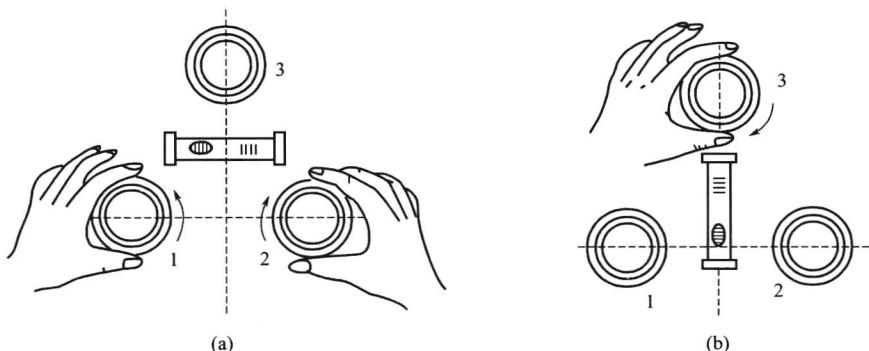

图 5-1 整平
(1) 对中
① 将三脚架安置在测站上，使架头大致水平；
② 调整仪器的三个脚螺旋，使光学对中器的中心标志对准测站点（不要求气泡居中）；
③ 伸缩三脚架腿使照准部圆水准器或管状水准器气泡大致居中（不必严格居中）。
(2) 整平 如图 5-1 所示。使照准部水准管轴平行于两个脚螺旋的连线，转动这两个脚螺旋使水准管气泡居中，将照准部旋转 90°，转动另一脚螺旋使水准管气泡居中，在这两个位置上来回数次，直到水准管气泡在任何方向都居中为止。若整平后发现对中有偏差，可松开中心连接螺旋，移动照准部再进行对中，拧紧后仍需重新整平仪器，这样，反复几次，就可对中整平。